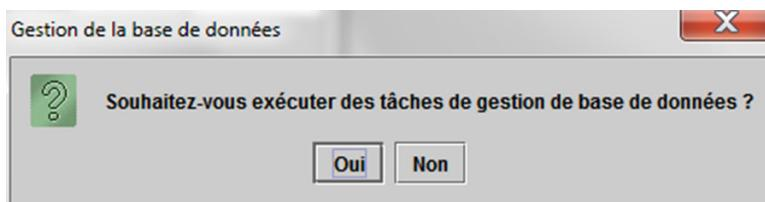
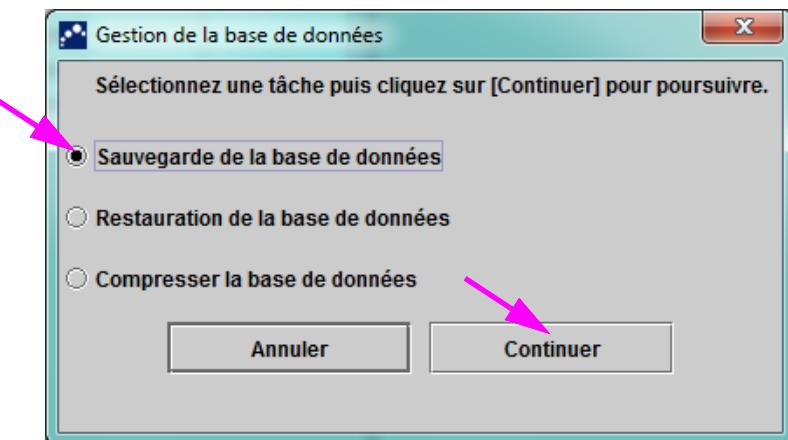

Figure 5-72. Boîte de dialogue Gestion de la base de données
Figure 5-73. Fenêtre Gestion de la base de données
L'administrateur du Système GeneXpert Dx précise si l'utilisateur a les permissions nécessaires pour les tâches de gestion des données. Consultez la Section 2.13, Définition des utilisateurs et des autorisations. Consultez l'administrateur du Système GeneXpert Dx pour ajuster les permissions afin de répondre à vos besoins. Si les **Rappels de gestion de la base de données** sont activés, l'utilisateur est invité au démarrage à préciser s'il est nécessaire ou non d'effectuer une gestion de la base de données. L'invite s'affiche seulement si l'utilisateur dispose des priviléges nécessaires pour exécuter ces tâches. Si l'utilisateur ne dispose d'aucun de ces priviléges ou si les **Rappels de gestion de la base de données** sont désactivés, l'invite n'est pas affichée. Voir Figure 5-72.
8. Si aucune tâche de gestion de la base de données n'est requise, cliquez sur **Non** dans la boîte de dialogue Gestion de la base de données (voir la Figure 5-72) et passer à la Section 5.2.3.2, Rappel d'archivage en retard.
Si vous souhaitez effectuer des tâches de gestion de la base de données, cliquez sur **Oui** dans la boîte de dialogue Gestion de la base de données (cf. Figure 5-72). La boîte de dialogue Gestion de la base de données s'affiche. Voir Figure 5-73.
1. Sélectionnez **Sauvegarde de la base de données** dans la fenêtre Gestion de la base de données (cf. Figure 5-73).